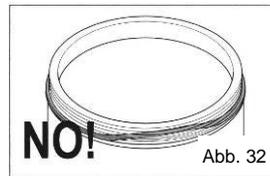

Abb. 32
- In Abb. 32 ist eine falsch angebrachte Dichtung gezeigt; in diesem Fall liegt die Dichtung NICHT perfekt am ganzen Rand des Behälters an.
- Zum Zusammensetzen des Ablasshahnes führen Sie die in den Abb. 32 bis 27 (Abschnitt 6.2.5) gezeigten Schritte in umgekehrten Reihenfolge aus.
- Zum Anbringen des Hebels (F) den Stab (D) von der Innenseite drücken, bis die Führungen heraustreten, dann den Hebel (F) einsetzen und den Stab (D) langsam loslassen.